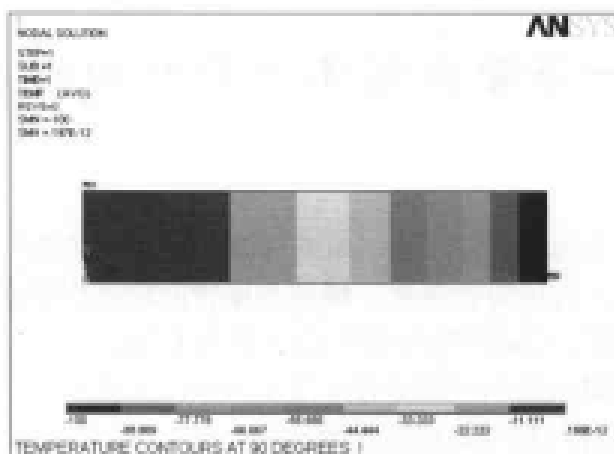

图 9-94 $\theta=90^\circ$ 时圆柱体纵截面温度场分布图
(4) 选择 Main Menu | General Postproc | Read Results | By Set Number 命令，出现 Read Results by Data Set Number 对话框，在 ANGLE Circumferential location 文本框中输入 90，单击 OK 按钮关闭该对话框。
(5) 选择 Utility Menu | File | Change Title 命令, 出现 Change Title 对话框, 在文本框中输入 TEMPERATURE CONTOURS AT 90 DEGREES, 单击 OK 按钮关闭该对话框。
(6) 选择 Main Menu | General Postproc | Plot Results | Contour Plot | Nodal Solu 命令, 出现 Contour Nodal Solution Data 对话框, 选择 Nodal Solu | DOF Solution | Nodal Temperature 选项, 单击 OK 按钮, ANSYS 显示窗口显示 $\theta=90^\circ$ 时圆柱体纵截面温度场等值线图, 如图 9-94 所示。